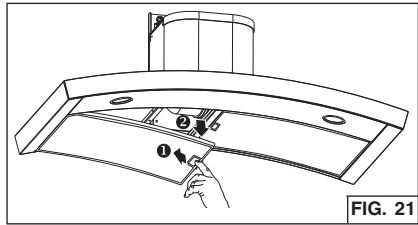

FIG. 21
1. Pour retirer le filtre à GRAISSE, tirez la languette de blocage vers le bas pour dégager le filtre de la hotte. Inclinez le filtre vers le bas et retirez-le. Fig. 21.
2. Pour installer le filtre à GRAISSE, alignez les languettes arrière du filtre avec les fentes de la hotte. Tirez la languette de blocage vers le bas et enfoncez le filtre à sa position, puis relâchez. Au terme de l'installation, assurez-vous que le filtre est bien engagé. Fig. 21.